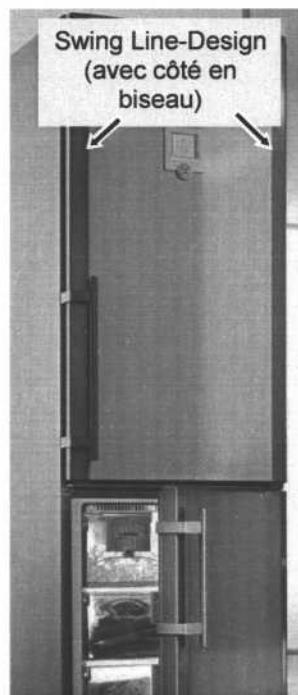

Fig. 5
- Exemple de produit avec SwingDesign avec bord biseau, voir Fig. 5.